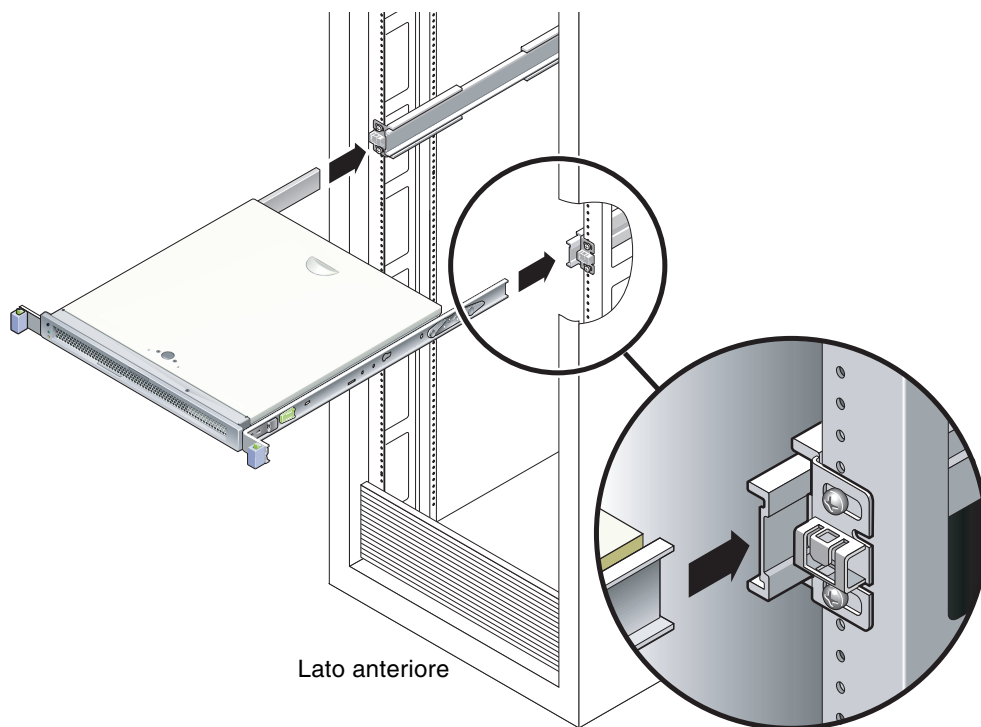

FIGURA 2-8 Montaggio dello chassis sulle guide
2. Sollevare il server e inserire le estremità delle staffe di montaggio nelle guide di destra e di sinistra (FIGURA 2-8).